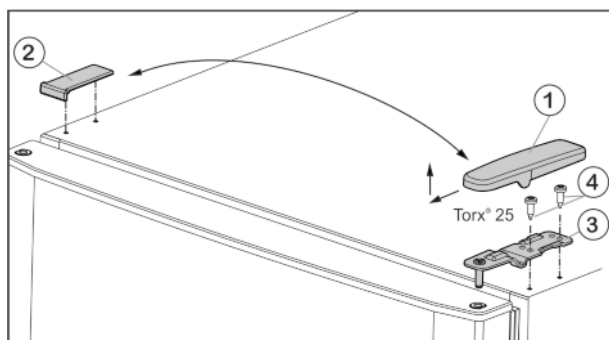

Fig. 6
- ▶ Kryt Fig. 6 (1) stáhněte dopředu a nahoru.
- ▶ Kryt Fig. 6 (2) zvedněte.
- ▶ Horní stojan ložiska Fig. 6 (3) odšroubujte (2 krát Torx® 25) Fig. 6 (4) a stáhněte nahoru.
- ▶ Horní stojan ložiska Fig. 6 (3) vložte na nové straně závěsu do dvířek.
- ▶ Horní stojan ložiska **pevně přišroubujte (4 Nm)** (2krát Torx® 25) Fig. 6 (4). Popřípadě použijte akumulátorový šroubovák.
- ▶ Kryt Fig. 6 (1) na opačné straně zvenčí nasadte a nechte zaklapnout.
- ▶ Kryt Fig. 6 (2) vždy na opačné straně shora nasadte a nechte zaklapnout.